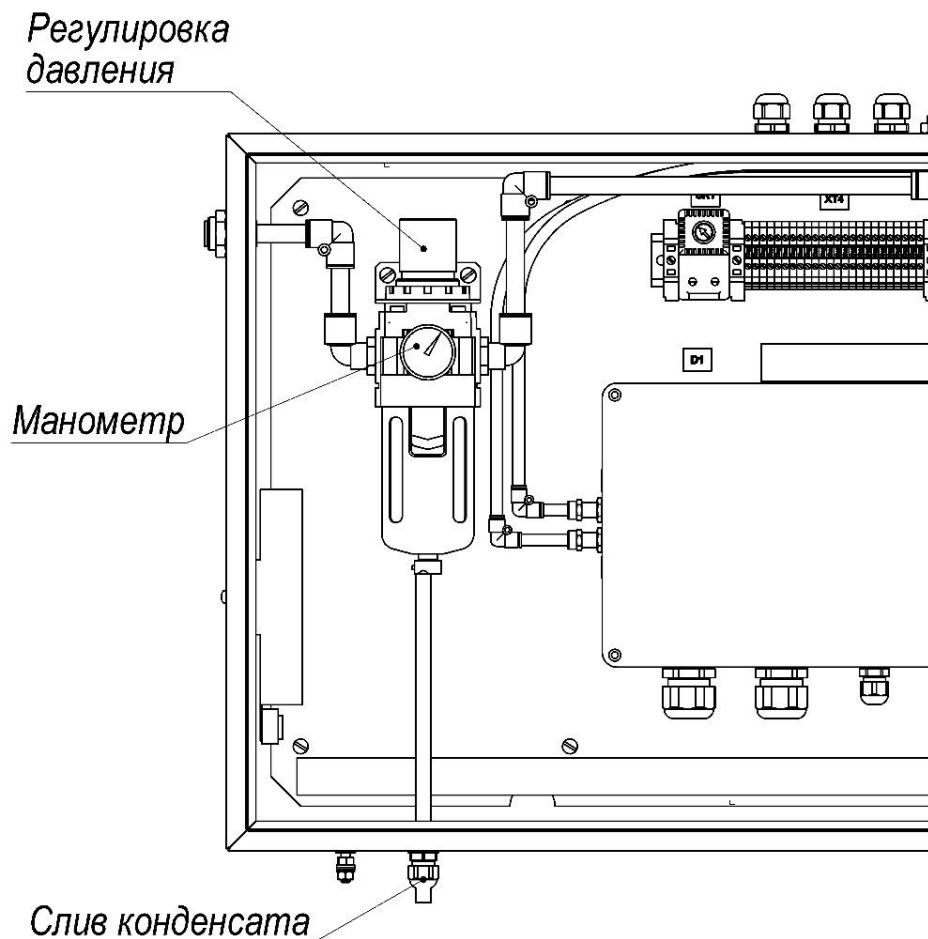

Рисунок 13
- 3) подать на фильтр сжатый воздух, по манометру ВМО (рисунок 13) проверить значение его давление. Если уровень давления не соответствует 0,5 – 0,55 МПа (5,0 – 5,5 бар), регулировать до нужного значения, вращая ручку на ВМО;
- 2) выпустить конденсат, нажав на штуцер, расположенный в низу ВМО (рисунок 13);